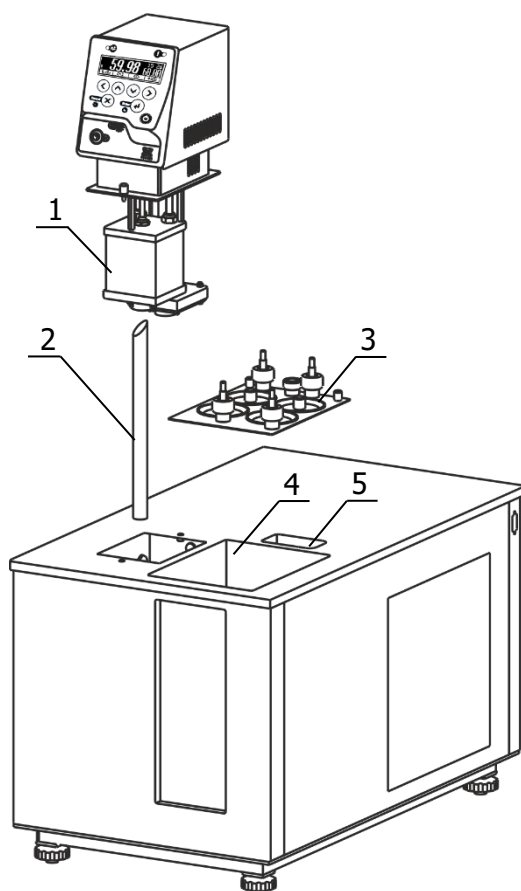
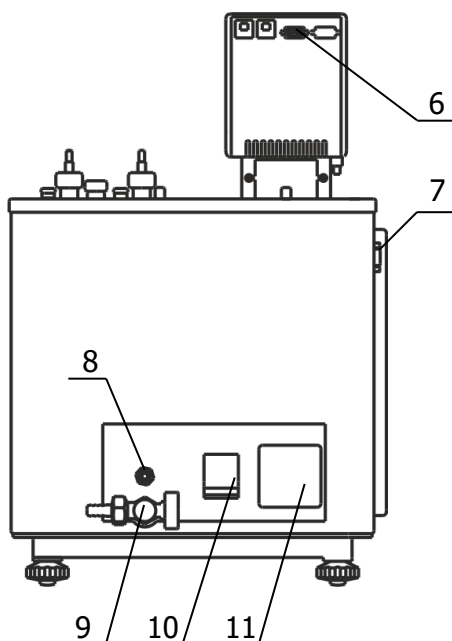

Рисунок 3 — Установка блока регулирования температуры
Рисунок 4 — Задняя панель термостата
2.2.3 Вставить выходную трубку 2 (рисунок 3) в переходное отверстие на дне основной ванны термостата косым срезом вверх, как показано на рисунке 3.
2.2.5 К переливному штуцеру 8 (рисунок 4) присоединить гибкий шланг, второй конец которого опустить в емкость для сбора излишков теплоносителя объемом 1.5–2 литра.
2.2.6 Заполнить ванну термостата теплоносителем через отверстие над рабочей ванной 4 (рисунок 3) до момента начала слива теплоносителя из переливного штуцера 8 (рисунок 4). Температурный диапазон применения теплоносителя должен соответствовать значениям, указанным в 1.2.6.
2.2.7 Вставить вилку сетевого кабеля блока регулирования температуры в розетку 11 (рисунок 4). Соединить кабелем из комплекта поставки блок регулирования температуры (разъем 6) и холодильную машину (разъем 7). Сетевой кабель термостата подключить к питающей сети. Для этого в лабораторном помещении должна быть установлена электрическая розетка из комплекта поставки термостата.
2.2.9 При первом запуске термостата необходимо включить блок регулирования в режиме прокачки в соответствии с документом ТКЛШ 3.222.009-03 РЭ «Блоки регулирования температуры погружные циркуляционные М03, М03М серии МАСТЕР». При работе циркуляционного уровня теплоносителя в рабочей ванне поднимется и теплоноситель начинает равномерно переливаться в основную ванну. При этом уровень теплоносителя в основной ванне падает, что может привести к срабатыванию защиты от недостаточного уровня теплоносителя. Доливать теплоноситель следует до момента начала слива из переливного штуцера 8 (рисунок 4).
2.2.10 Причина отсутствия перелива — неправильная работа насоса, вызванная воздушной пробкой, образовавшейся в резервуаре 1 (рисунок 3) блока регулирования температуры. Для ее устранения необходимо:
2.4.2 Надеть сливной шланг из комплекта поставки на кран 9 (рисунок 4) и закрепить его хомутом. Свободный конец шланга опустить в емкость для сбора теплоносителя объемом, превышающим объем термостата.